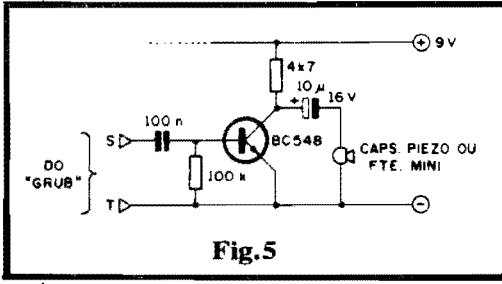
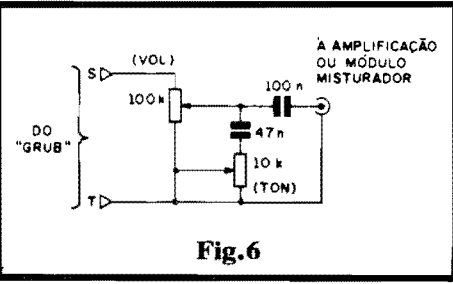
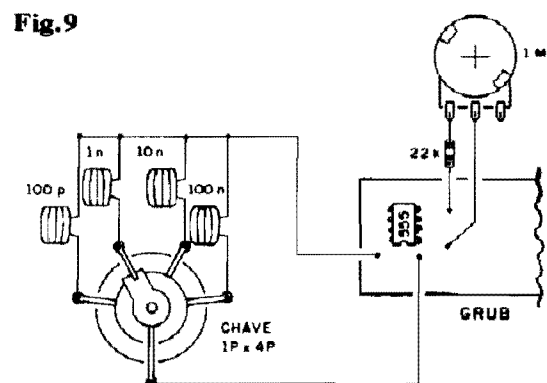

Fig.5
Fig.6
Fig. 9
- FIG. 5 - OUVINDO O "RÚIDO BRANCO"... - O mais elementar módulo para amplificação/audição direta dos sinais gerados pelo GRUB, tem seu esqueminha super-simples mostrado na figura... Como a demanda de Corrente será ainda muito baixa, nada impede que a mesma bateriazinha de 9V usada para energizar o próprio GRUB seja também aplicada na alimentação do módulo mostrado... Na transdução final, tanto servirá uma cápsula piezo (cristal) como um pequeno alto-falante... Quem quiser ter uma melhor "visão" da "brancura do ruído", poderá também acoplar, na saída (entre o terminal **negativo** do eletrolítico de 10u e a linha de "terra"...), um fone de ouvido, de qualquer impedância entre 8 ohms e 64 ohms... (o ruído soará bem "bravo", nesse caso...). O módulo mostrado não permite controles, atenuações ou modificações de faixa tonal, e assim o Lei-
- FIG. 6 - ADICIONANDO CONTROLES À SAÍDA DO GRUB - O sinal básico gerado pelo GRUB é "flat", uniforme e constante em seu nível e distribuição equitativa das faixas tonais (não há ênfases - aliás porque isso constitui a própria definição de "ruído branco"... - nos graves ou nos agudos, etc.). Para um perfeito aproveitamento na simulação de sons "naturais" (vento, chuva, mar, etc.), torna-se necessária uma certa "ondulação", uma variação periódica e mais ou menos aleatória (ainda que lenta, em alguns casos...) desses parâmetros... Tais variações podem, perfeitamente, serem promovidas por controles manuais (potenciômetros), conforme sugere o pequeno diagrama, que inclui um controle de nível (volume) e um de tonalidade. O conjunto deve ser acoplado à saída do GRUB (pontos "S-T"), ficando entre este e o bloco seguinte, seja um misturador, seja um amplificador de Potência, seja uma Entrada de Gravação, etc. Para uma atenuação confortável (já que é o próprio operador quem dará o "ritmo" da simulação, do "ondular" de tons que simula o vento, por exemplo...) recomenda-se que os potenciômetros sejam do tipo deslizante, de curso longo, proporcionando assim uma boa gama "física" para os controles... Se o Leitor/Hobbysta pre-
tender experimentar os controles, ouvindo previamente a sua atuação, nada impede que o módulo proposto na fig. 6 seja intercalado entre o GRUB e o módulo de "audição" direta, cujo diagrama vimos na fig. 5... Se o arranjo apresentar seu sinal final num fone de ouvido, será possível analisar e perceber bem as possibilidades do GRUB...
- FIG. 9 - AMPLIANDO OS LIMITES DO GRUB - Como a faixa de manifestações final do módulo básico é determinada unicamente pelos dois componentes passivos (no esquema da fig. 1, o resistor de 39K e capacitor de 100p), para ampliar-se bastante a dita faixa basta "bolarmos" uma maneira prática de tornar variáveis ou ajustáveis os valores dos citados componentes! O arranjo proposto na fig. 9 parece-nos ideal, com uma chave rotativa de pelo menos 4 posições (1 polo), inserindo diversas opções de capacitância (os valores lá indicados serão meras sugestões...), enquanto que um conjunto resistor fixo/potenciômetro permite a variação no valor resistivo (também aí, os valores propostos são apenas sugestões...). Para facilitar as
coisas, mostramos como os dois arranjos ajustáveis/variáveis são ligados à plaquinha básica do GRUB (obviamente que o resistor original de 39K, o mesmo acontecendo com o capacitor original de 100p, não mais ficam nos seus lugares, substituídos que são pelos conjuntos propostos...). Se a idéia da fig. 9 for "casada" com a aplicação do módulo de controle sugerido na fig. 6, o Leitor/Hobbysta terá um completo conjunto gerador, extremamente versátil e que, inteligentemente manipulado (requer um pouco de prática, mas não é nada complicado...) poderá "imitar" uma infinidade de ruídos da natureza ou "gerados pelo homem"... Do som da chuva até ao barulho irregular de um motor de trator, do rugido da multidão num estádio de futebol, até o "bate-bate" de um pica-pau num tronco de árvore, quase "tudo" poderá ser "encontrado" dentro das possibilidades dos controles...!